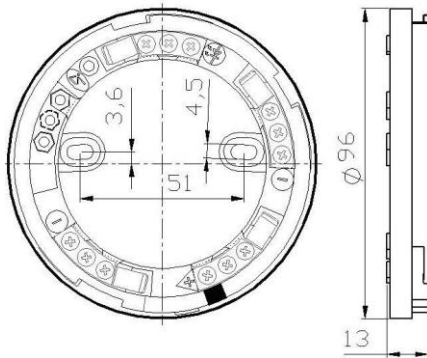

Рисунок 1 Загальний вигляд розетки
2.2 Загальний вигляд розетки, габаритні та приєднувальні розміри наведені на рис. 1.